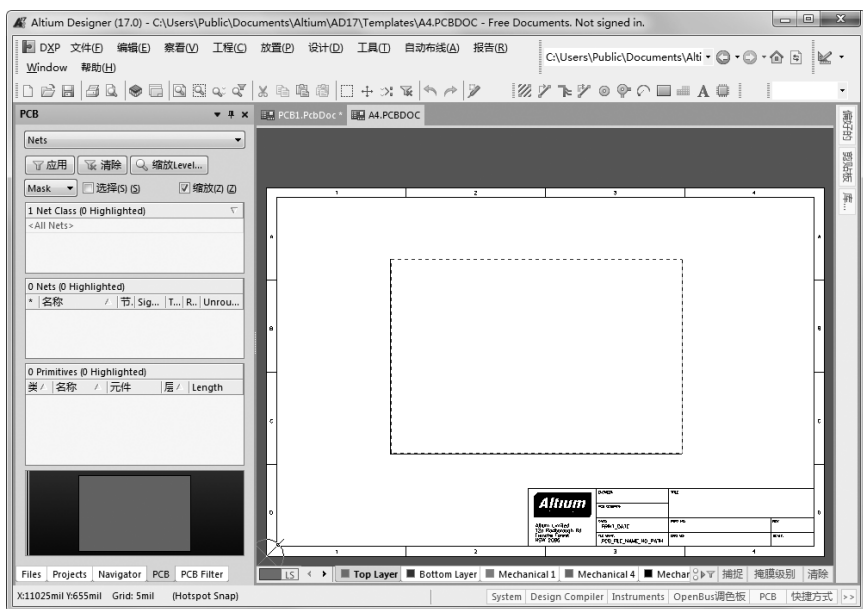

图 7-30 导入 PCB 模板文件
(3) 单击“打开”按钮，即可将模板文件导入到工作窗口中，如图 7-30 所示。
(4) 用光标拉出一个矩形框，选中该模板文件，选择菜单栏中的“编辑”→“复制”命令，进行复制操作。然后切换到要添加图纸的 PCB 文件，选择菜单栏中的“编辑”→“贴粘”命令，进行粘贴操作，此时光标变成十字形状，同时图纸边框悬浮在光标上。
(5) 选择合适的位置，然后单击即可放置该模板文件。新页面的内容将被放置到“Mechanical 16”层，但此时并不可见。